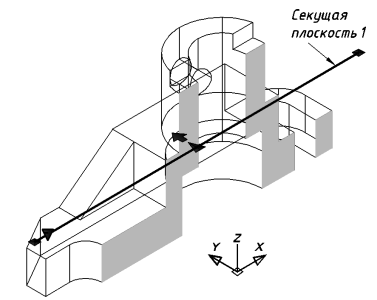

Рис. 47
Образец выполнения задания приведен на рис. 47.
- ◆ Определяем секущую плоскость фронтального разреза (рис. 47):